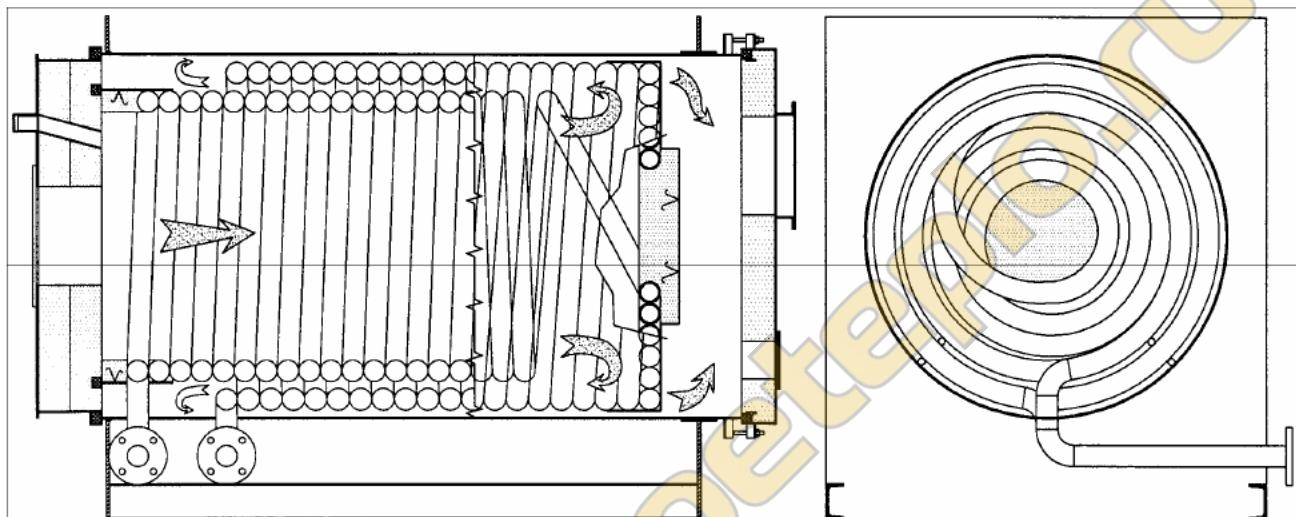

Рис. 1
- Мощностью  $100.000 \div 1.500.000$  ккал/ч (Рис. 1)